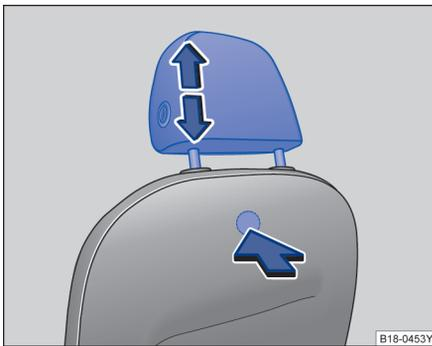

图 43 拆卸和安装前排头枕
- 按压座椅背部隐藏于座椅套内的按钮⇒图 43，将头枕完全拔出。